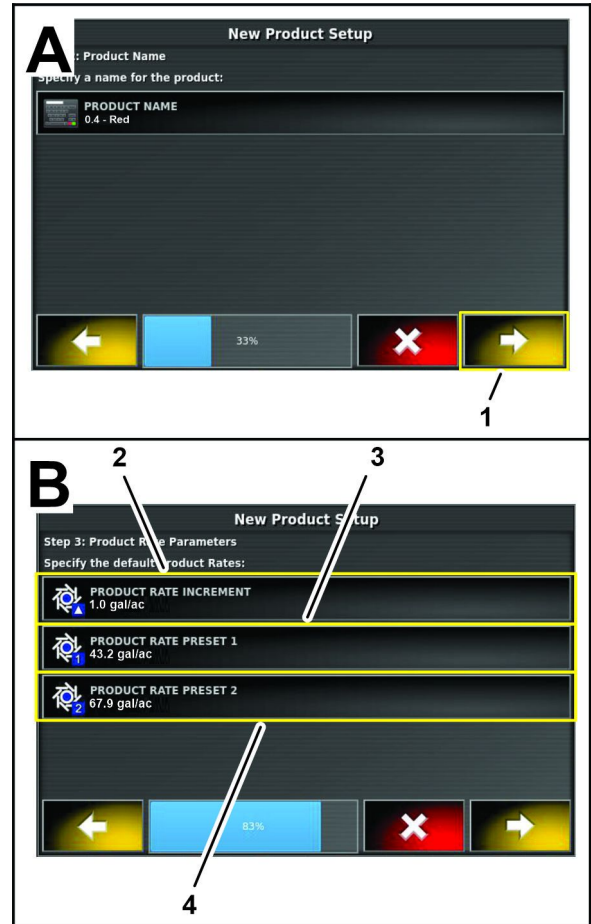

Рисунок 119
8. На этапе 2 в диалоговом окне выбора параметров нового материала нажмите на стрелку «ДАЛЕЕ» (Рисунок 119).
9. На этапе 3 диалогового окна настройки нового материала нажмите на значок «ШАГ ИЗМЕНЕНИЯ НОРМЫ ВНЕСЕНИЯ МАТЕРИАЛА» (Рисунок 119).
11. На этапе 3 диалогового окна настройки нового материала нажмите на значок «ПРЕДУСТАНОВЛЕННАЯ НОРМА ВНЕСЕНИЯ МАТЕРИАЛА 1» (Рисунок 119).
13. На этапе 3 диалогового окна настройки нового материала нажмите на значок «ПРЕДУСТАНОВЛЕННАЯ НОРМА ВНЕСЕНИЯ МАТЕРИАЛА 2» (Рисунок 119).